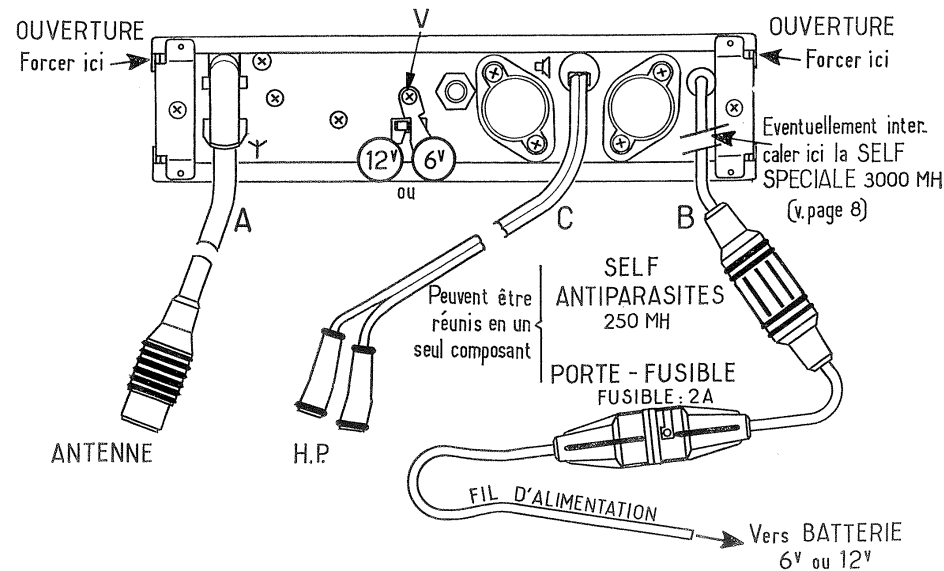

Figure 2
- **POUR LA TENSION**, il existe à l'arrière du TAO 350 un cavalier que l'on peut pousser sur « 12 V » ou « 6 V » après avoir desserré la vis V (fig. 2). Rebloquer ensuite la vis V.
— **POUR LA POLARITÉ :** Retirer le couvercle en forçant dans les angles avec une pièce de monnaie (fig. 2). Se conformer ensuite à la figure 3.
En conséquence (fig. 2) avant toute fixation :